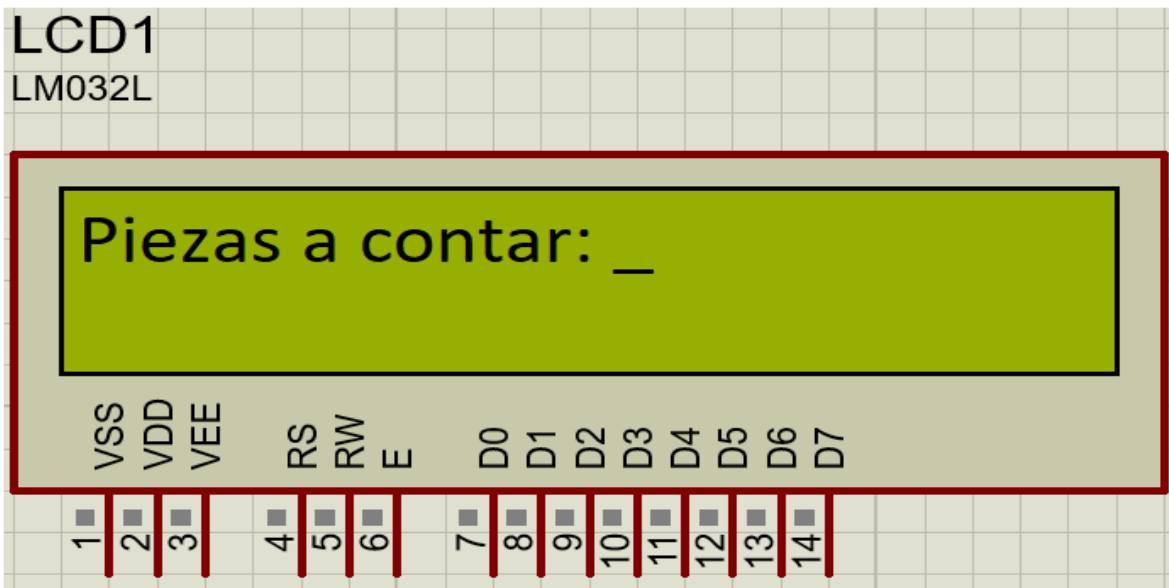

Fig 1 Segundo mensaje a mostrar en el LCD sobre la cuenta objetivo
- El segundo mensaje para mostrar en el LCD véase Fig 1, debe ser la pregunta al usuario de hasta cuantas piezas se debe contar o cuenta objetivo, el cual este valor se debe validar que este entre 1 a 59, y debe ser guardado cuando se presione la tecla “OK”.